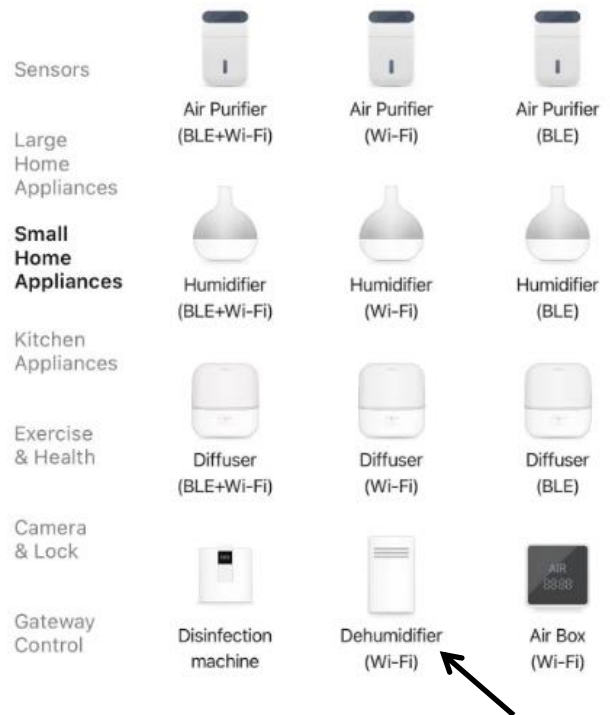

Fig. 2
3. Busque «Small Home Appliances» y seleccione el símbolo «Dehumidifier (Wi-Fi)». (Fig. 2)